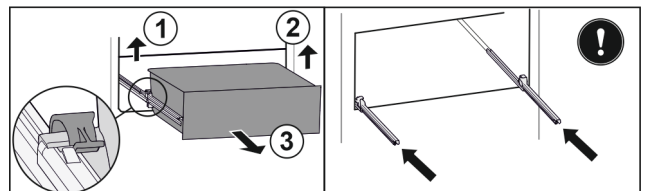

Fig. 174
- ▶ Emelje fel a bal oldali kapcsot, és ezzel egyszerre húzza előrefelé a fiók bal oldalát. Fig. 174 (1)
- ▶ Emelje fel a jobb oldali kapcsot, és ezzel egyszerre húzza előrefelé a fiók jobb oldalát. Fig. 174 (2)
- ▶ Vegye ki a fiókot előrefelé. Fig. 174 (3)